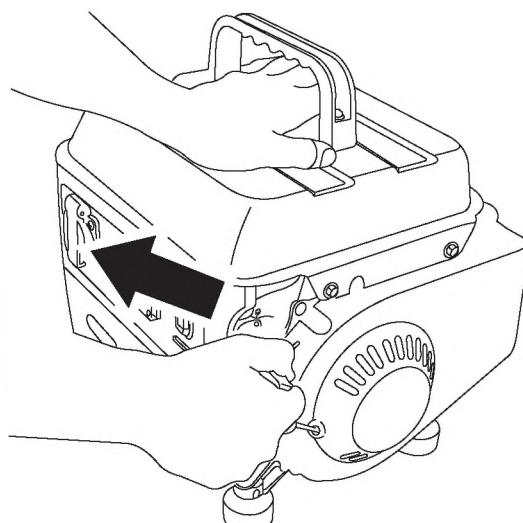

Рис. 6
- Запустите двигатель. Будьте внимательны! При вытягивании шнуря стартера шнур может создавать отдачу. Возьмитесь за ручку шнуря стартера. Медленно потяните шнур до возникновения сопротивления со стороны двигателя. Не допускайте возврата ручки обратно продолжайте быстро тянуть ручку на полный взмах руки. Медленно (снатягом шнуря) верните ручку в начальное положение (рис. 6).